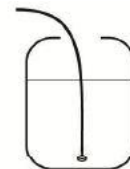

Fig.9
- 2- Introducir la manguera que viene en el envase de abrillantador y detergente (si está disponible). (Fig. 9)